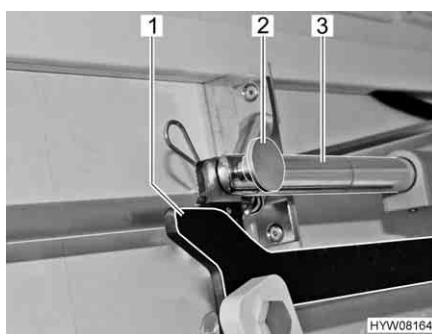

Fig. 103 Azionamento (letto basculante)
- Rimuovere il collegamento (copiglia e bullone) (Fig. 103,2) tra la biella (Fig. 103,3) e la leva (Fig. 103,1).
- Afferrare dal basso tra parete laterale e la tiranteria del letto basculante e rimuovere il collegamento (copiglia e bullone) (Fig. 103,2) tra la biella (Fig. 103,3) e la leva (Fig. 103,1).